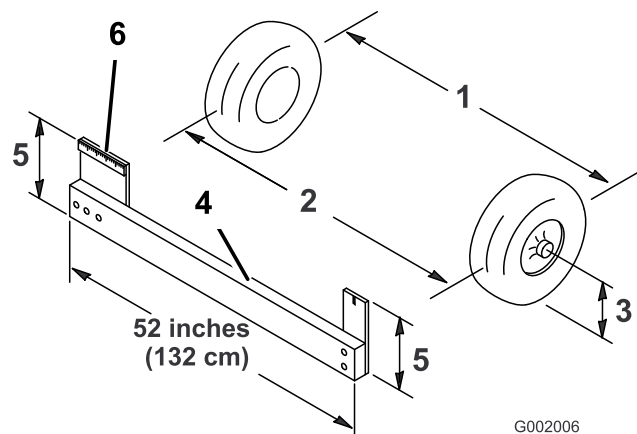

Figura 57
4. Misurate la distanza tra i pneumatici anteriori all'altezza dell'assale, davanti e dietro le ruote anteriori (Figura 57). Per rilevare la misura posteriore dei pneumatici anteriori all'altezza dell'assale occorre un attrezzo o un calibro di allineamento; usate lo stesso attrezzo, o calibro di allineamento, per rilevare con precisione la misura anteriore dei pneumatici anteriori all'altezza dell'assale (Figura 57).